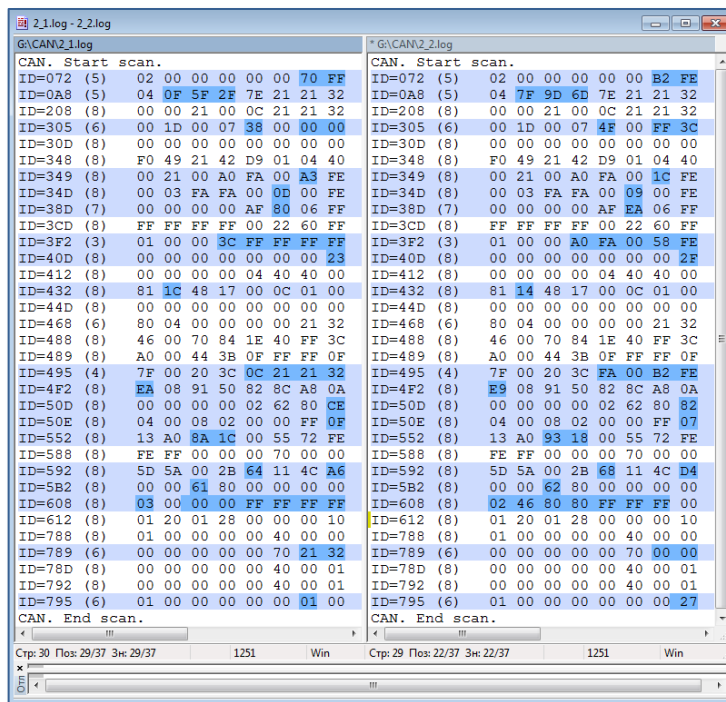

Рисунок 5. Сравнение промежуточных файлов после заправки 10л топлива
2. сравните между собой два Промежуточных файла и найдите идентификаторы из Списка 1, не изменяющиеся во времени (Рис. 5);